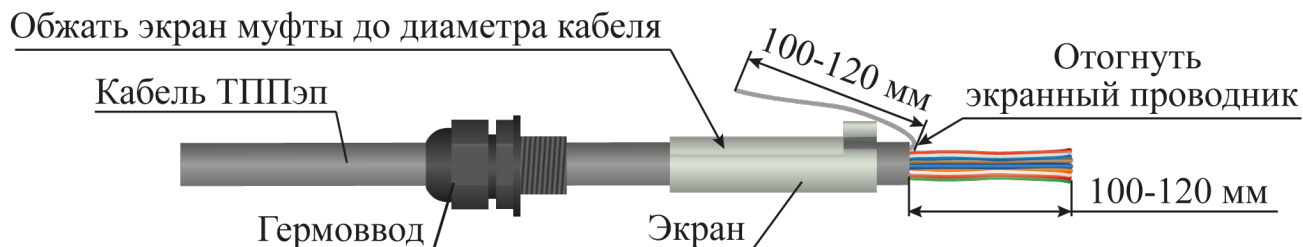

Рисунок 4.16
- надеть на оболочку кабеля ТППЭп в следующей последовательности: гермоввод, экран устройства оконечного (рисунок 4.16);
- обжать экран устройства оконечного до диаметра кабеля ТППЭп с помощью плоскогубцев (рисунок 4.16);
- снять оболочку со свободного конца кабеля ТППЭп (с кабеля ТППбЭп снять белую и черную оболочки) длиной 100 - 120 мм (рисунок 4.16);
- экранированный проводник отвести в сторону (рисунок 4.16);